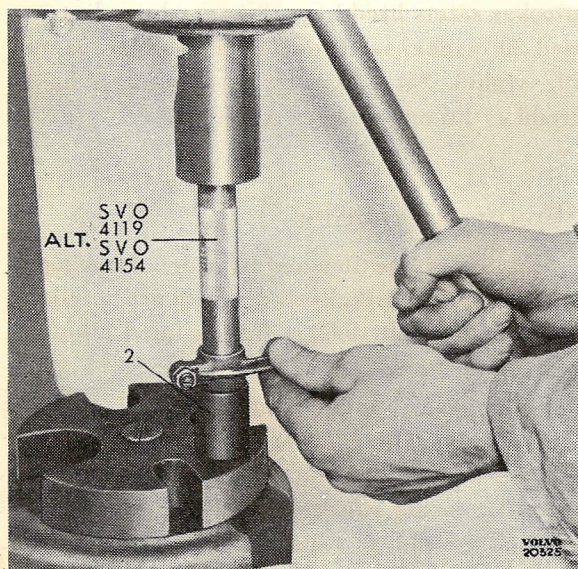
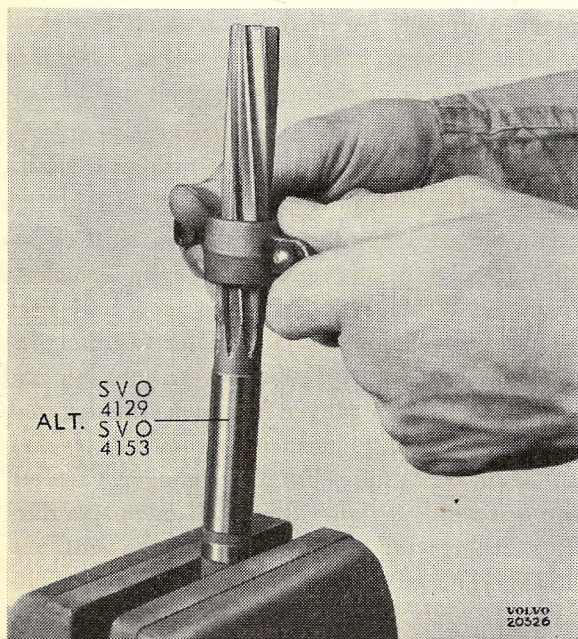

Bild 68.
Bild 69.
Vid montering av nya bussningar måste man iakttaga att de vändas rätt. Hålet i bussningen skall peka 30° mot kulbulten. För bussning av tid. utf. användes dorn SVO 4119 och en dornpress. För bussning av sen. utf. användes SVO 4154, bild 68. Som underlag användes lämplig hylsa (2). De nya bussningarna brotschas med specialbrotsch SVO 4129 för tid. utf. och med SVO 4153 för sen. utf., bild 69.